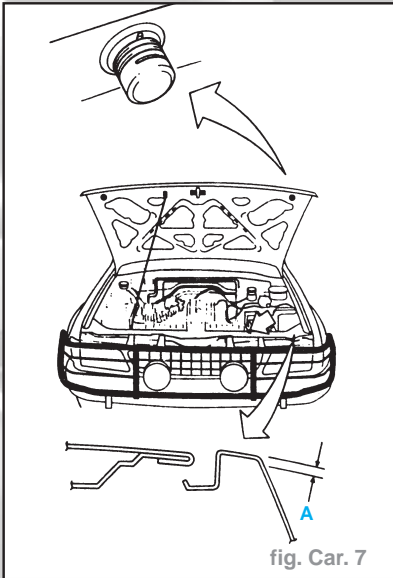

fig. Car. 7
- Régler la hauteur (A) du capot jusqu'à 1 mm sous l'arête intérieure des ailes avant - tourner les amortisseurs en caoutchouc du capot-moteur (fig. Car. 7).